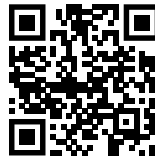

Fig. 113
- ▶ Öffnen sie das Liebherr SmartMonitoring Dashboard. (siehe Fig. 113)